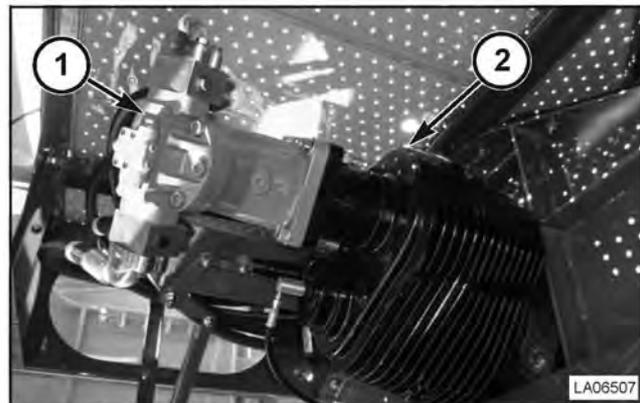

FIG. 173
FIG. 173: el rotor esta comandado por un motor hidrostático (1) y una caja reductora de engranajes (2). La transmisión hidrostática brinda gran cantidad de variables de velocidad que se ajustan a los requerimientos de trilla para las diferentes cosechas.